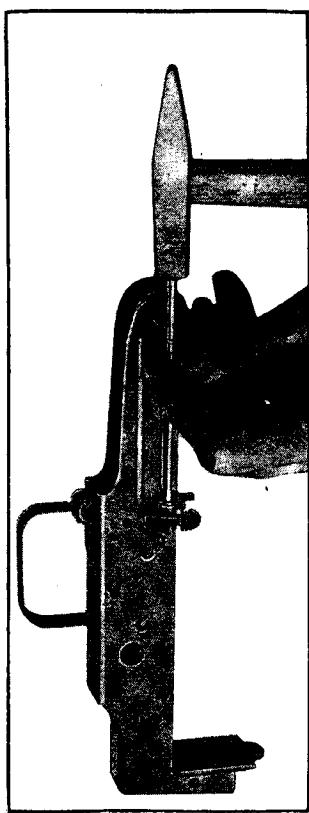

Fig. 74
Con attrezzi 105 e 111 sfilare dal foro «C» nella scatola scatto la spina elastica come visibile in fig. 74.
*With tools 105 and 111 push out from "C" hole in the trigger housing the split pin as shown in figure 74.*